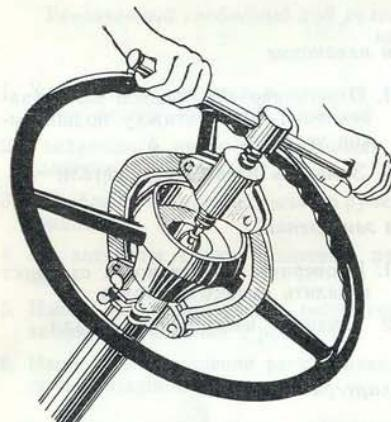

Рис. 202. Съемник рулевого колеса
5. Отвернуть на 2—3 оборота гайку крепления рулевого колеса и, пользуясь съемником (рис. 202), ослабить крепление рулевого колеса на конусе рулевого вала.